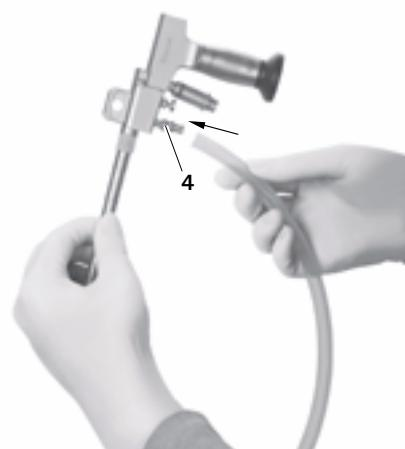

Fig. 20
- ▶ a la conexión de irrigación **4**, ver Fig. 20.